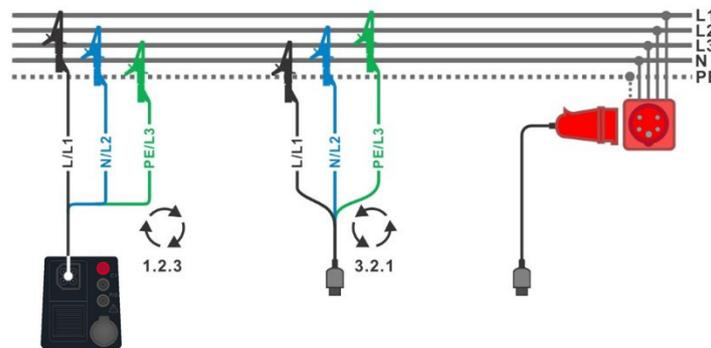
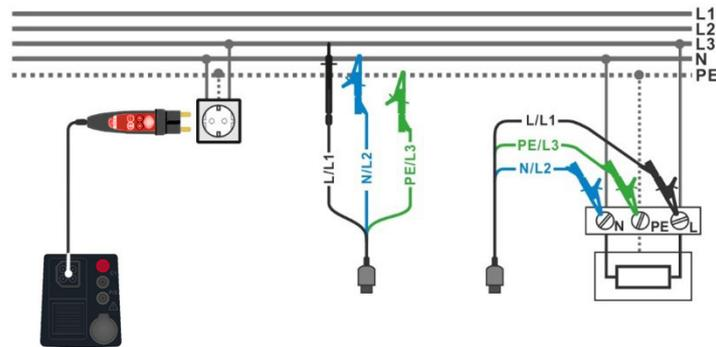

Abbildung 7.2: Anschluss der 3-Leiter Prüfleitung und des optionalen 16 A CEE-Messadapters (044148) im Dreiphasensystem
Abbildung 7.3: Anschluss des Commander-Prüfsteckers und der 3-Leiter Prüfleitung im Einphasensystem
- › Schließen Sie die Prüfleitungen am Prüfobjekt an (siehe **Abbildung 7.2** und **Abbildung 7.3**).